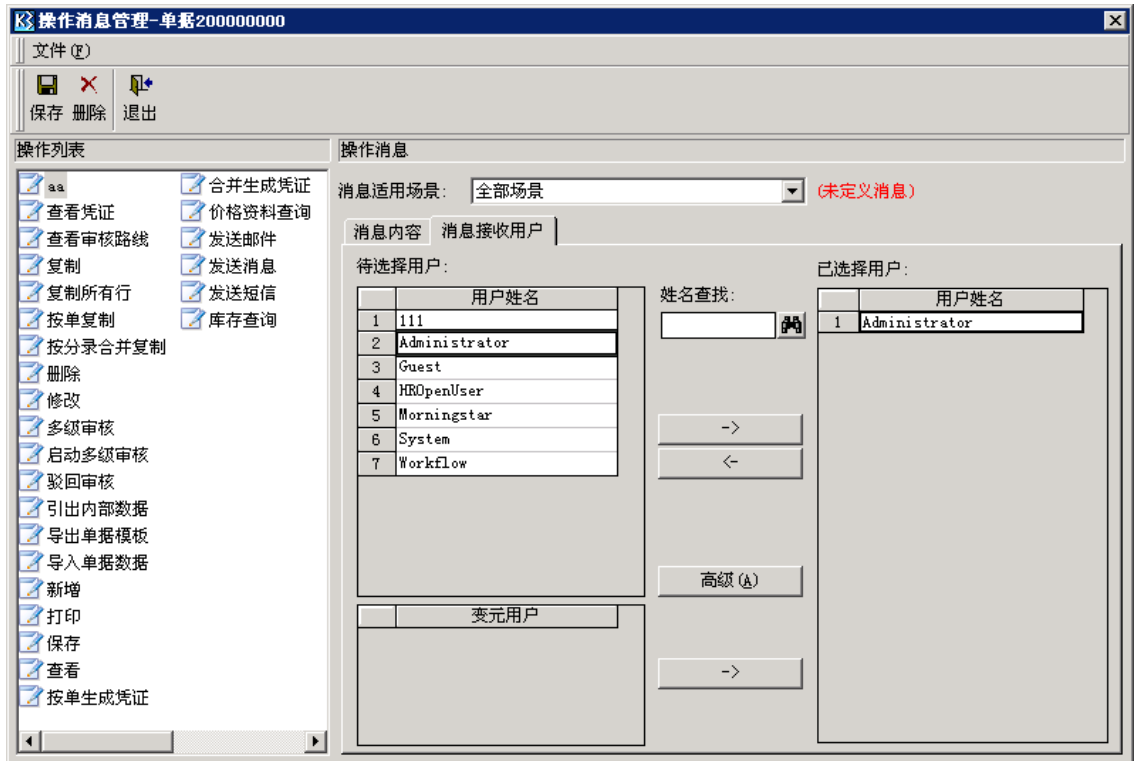

图 5-6
- 5 把页面切换到【消息接收用户】页；相关内容见图 5-6